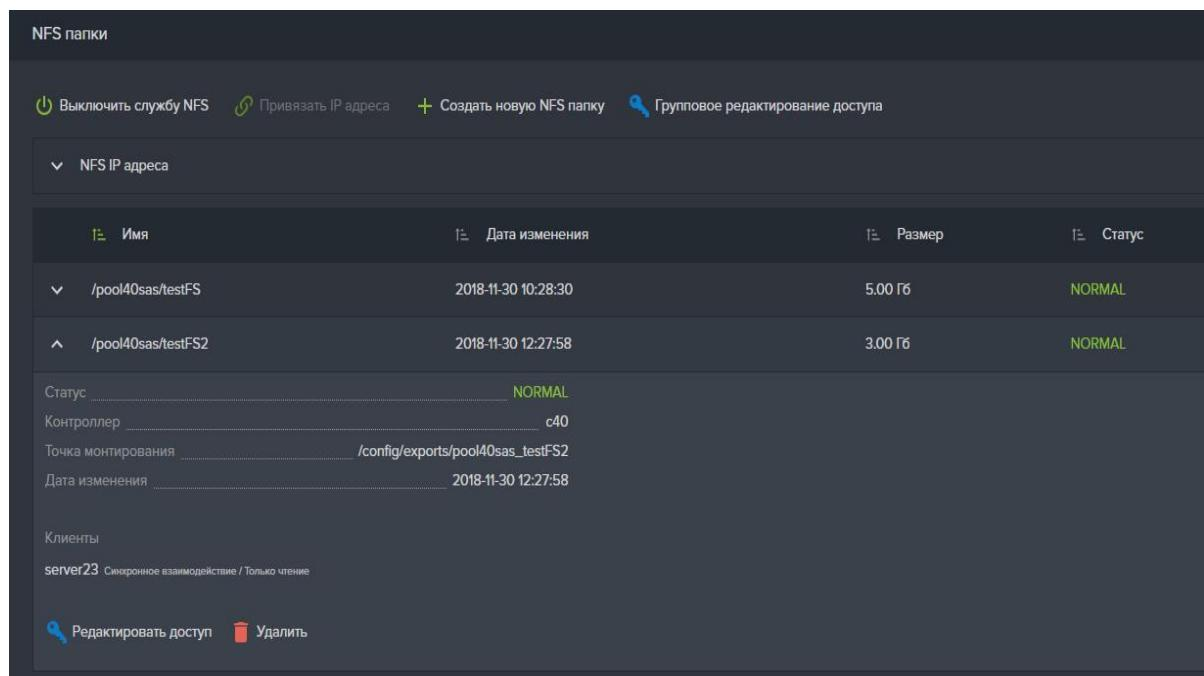

Рисунок 65. Свойства NFS папки
2. Выберите NFS папку которую необходимо удалить, развернув её панель свойств (см. Рисунок 65);